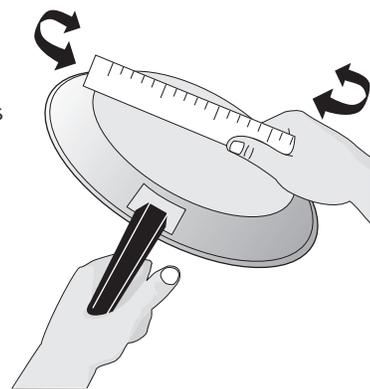

Figure 4: Mise à l'épreuve des ustensiles de cuisine
- Veiller à ce que les grilles soient bien en place sur la surface de cuisson avant d'allumer les brûleurs (Figure 4). Les grilles sont conçues pour reposer à l'intérieur de la zone en retrait de la table de cuisson.